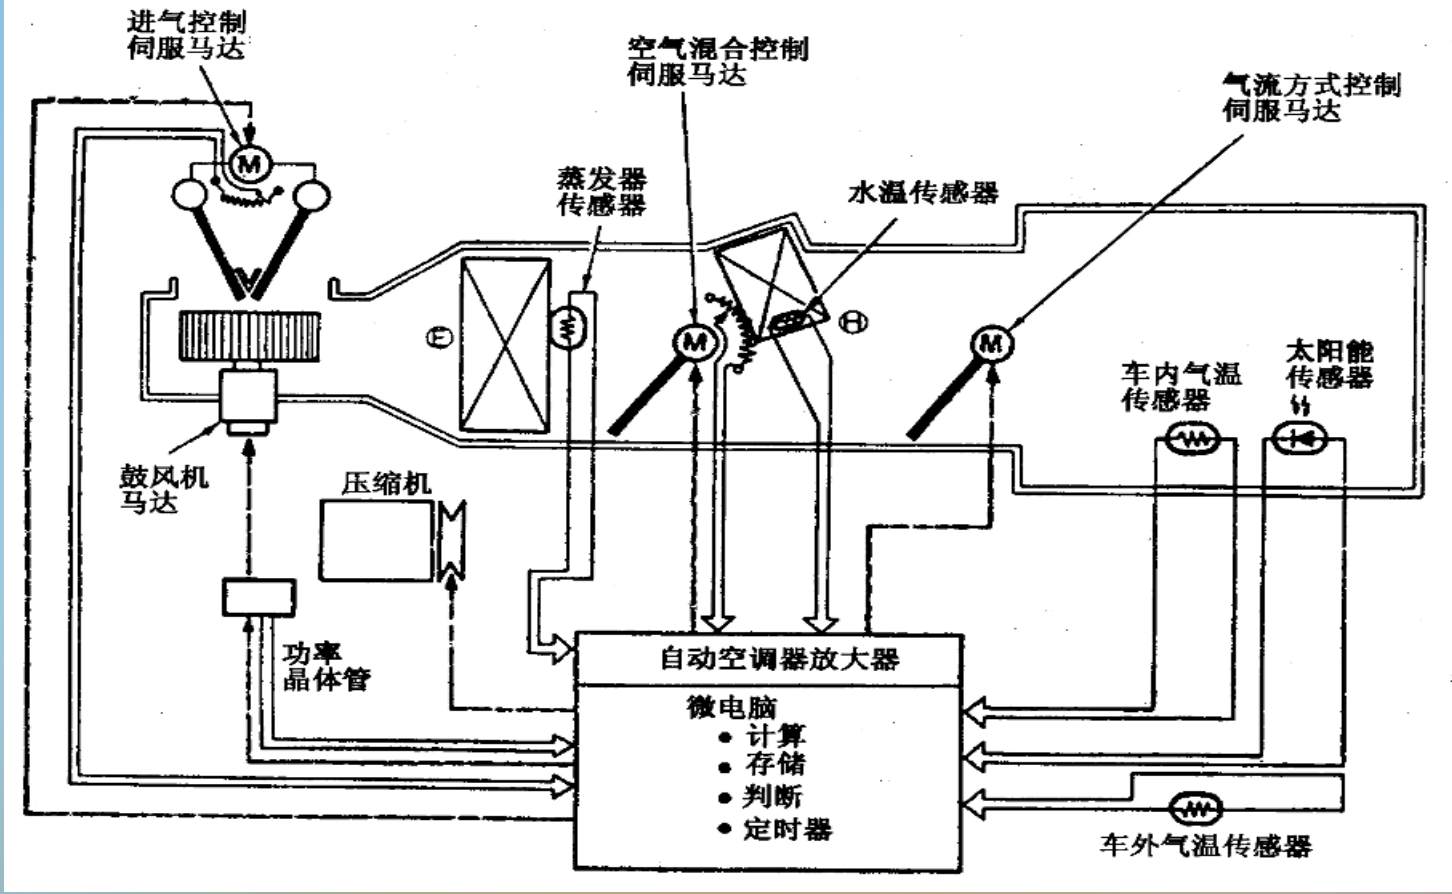

图5 电动机伺服系统
2) **电动机伺服系统**，由电脑指令电动机工作，电动机在不同电流作用下，转动的方向和角度可以改变。风门在电动机的拉动下，实现气流流向的转换或开启、关闭，如图5。